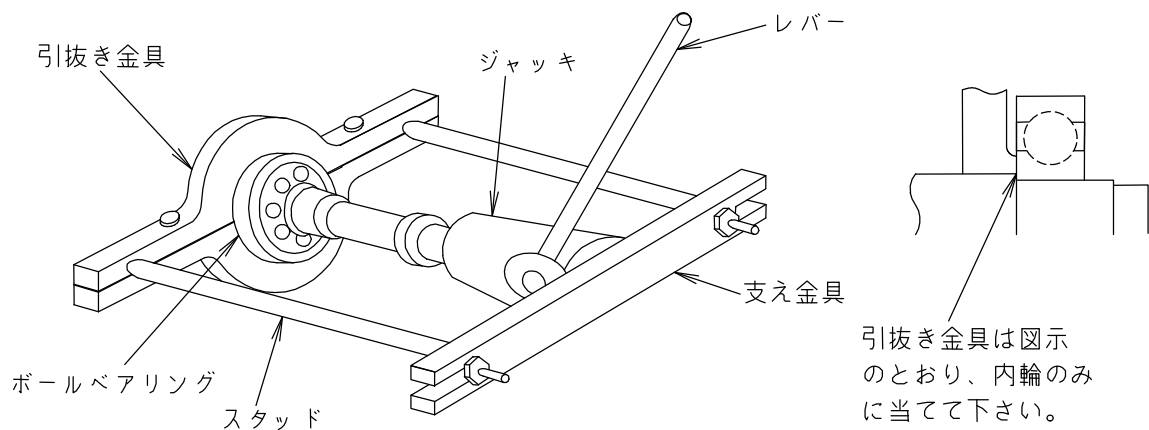

図2 軸受引抜き方法の一例
- (4) 図2に示すような引抜具や市販の転がり軸受引抜工具等を使用して軸受を取り外す。引き抜きの際は内輪を加熱する。